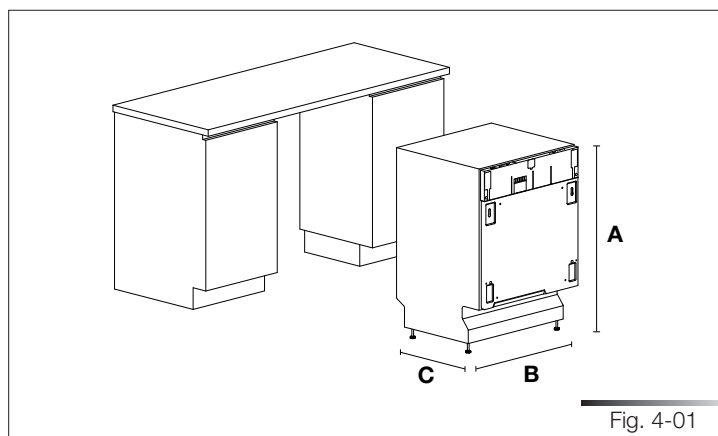

Fig. 4-01
*l'encadré qui contient les figures reporte, en bas sur la droite, la numérotation progressive de celles-ci. Un exemple de numérotation est "Fig. 4-01", où le premier chiffre (4) correspond au chapitre d'appartenance de la figure, tandis que le deuxième chiffre (01) correspond au numéro progressif de la figure au sein du chapitre 4 (dans l'exemple, la Fig. 4-01 correspond à la première figure du chapitre 4). La numérotation des tableaux suit le même principe avec, au lieu de "Fig. ", la notation "Tab." (par ex. Tab. 4-01 correspond au premier tableau du chapitre 4). Si un même tableau occupe plusieurs pages, une lettre est ajoutée après le chiffre progressif (par ex. "Tab. 4-01a", Tab. 4-01b").*
## 4 DIMENSIONS LAVE-VAISSELLE (Voir fig. 4-01)